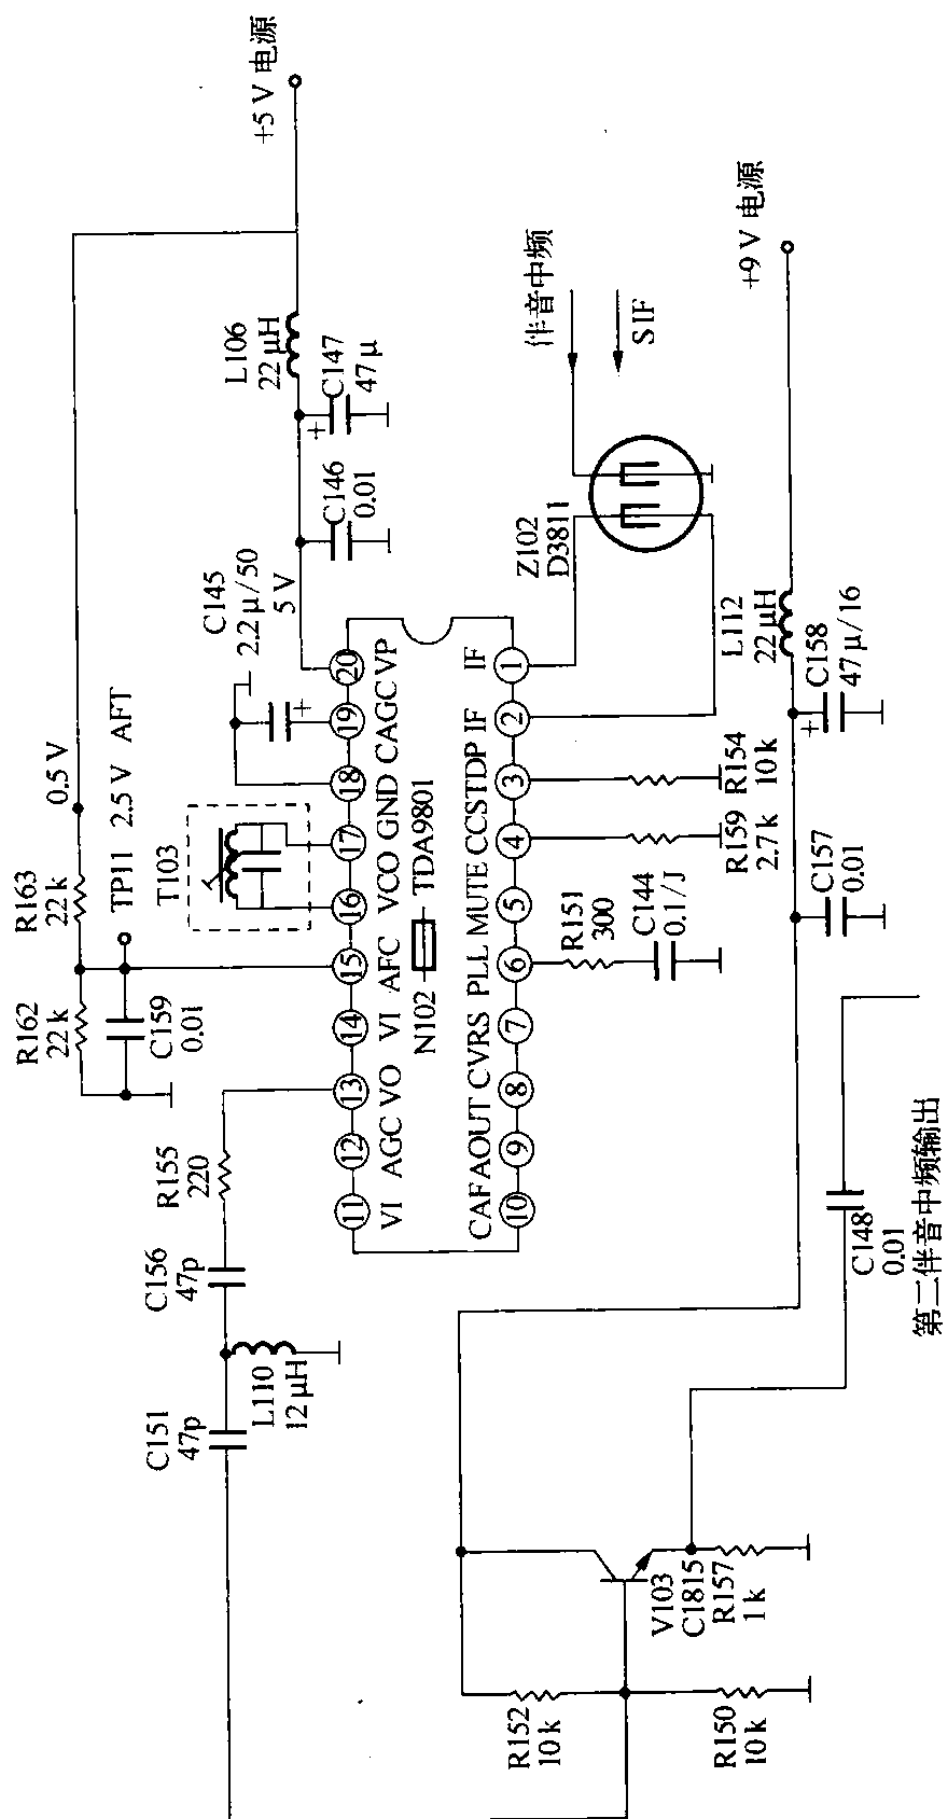

图 2-14 康佳 A1488N 的伴音中频解调电路
康佳 A1488N 的伴音中频解调电路如图 2-14 所示,伴音中频信号由调谐器输出后经预中放后便分成两路,伴音中频信号经声表面波中频滤波器 Z102,将中频送到 N102(TDA9801)的①、②脚,在 N102 中进行中频信号放大和解调(检波),将第二伴音中频信号提取出来,再由 N102⑬脚输出,经 V103 缓冲放大后,作为第二伴音中频信号输出送往音频信号处理电路(包括普通伴音和丽音),进行处理和放大。